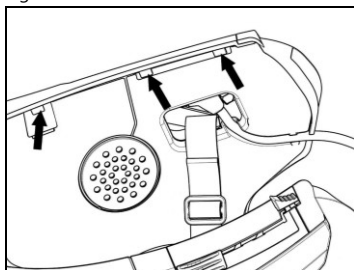

Fig. 15
- Riposizionare il rivestimento plastico del guanciale, sistemandolo dietro i due gancetti di fermo (Fig. 15).